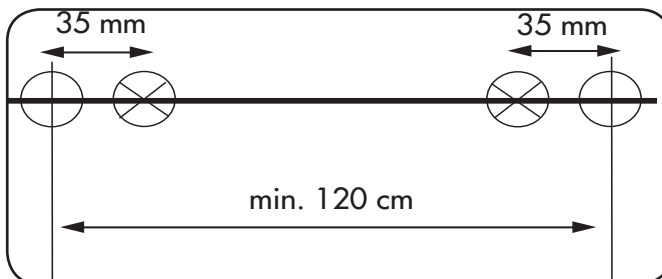

Abb. 5: Korrekte Platzierung des Strahlers
2. Zeichnen Sie die 4 Löcher der Befestigungswinkel (je 2 pro Winkel) an der Wand ein. Beachten Sie hierzu die Abstände in der Zeichnung (siehe Abb. 5)